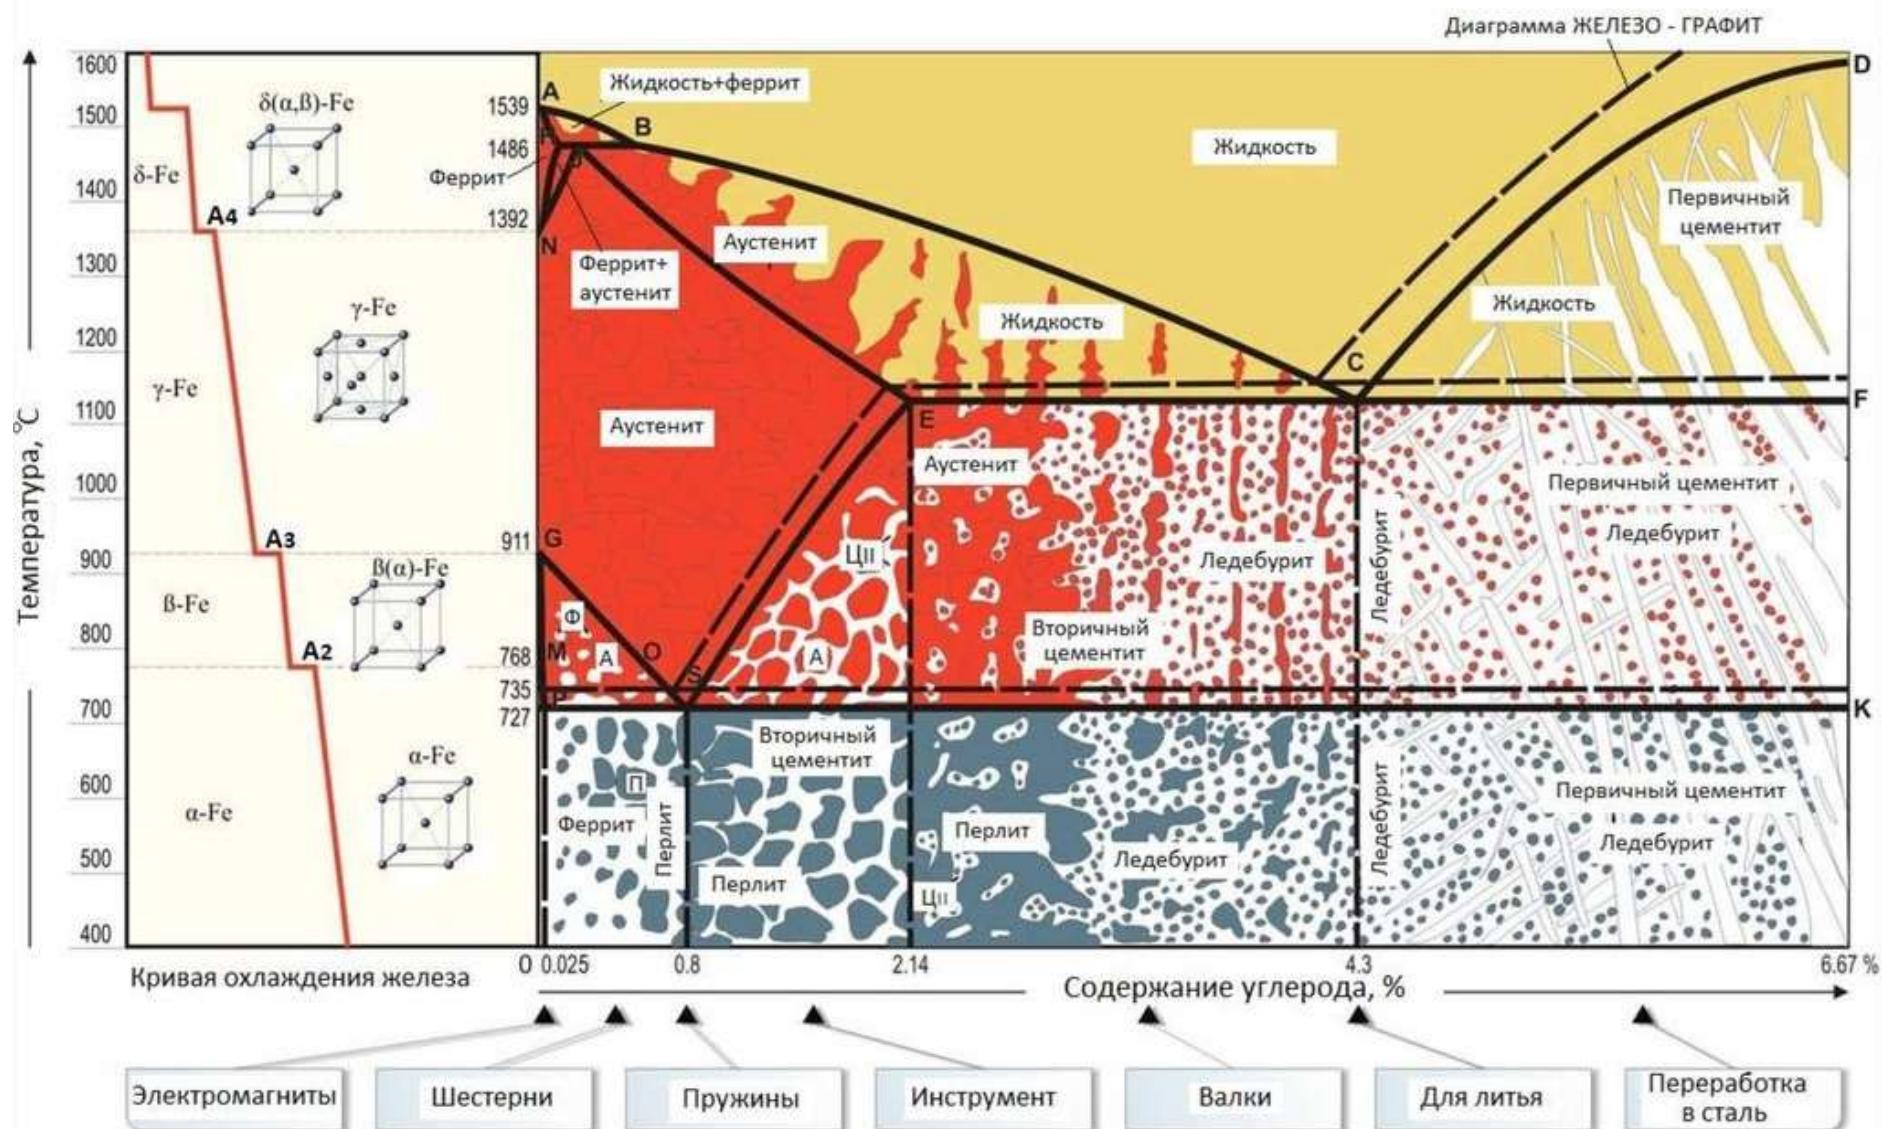

Рис. 5.2. Кривая охлаждения железа и диаграмма состояния Fe – С (железо - графит) и области использования сплавов
Поскольку углерод в сплавах с железом встречается в виде цементита и графита, существуют две диаграммы состояния, описывающие условия равновесия фаз в системах железо - цементит и железо - графит. Первая диаграмма (Fe — Fe3C) называется цементитной (метастабильная), вторая (Fe - C) - графитной (стабильная). Диаграммы отличаются незначительными разницами температур первичной и вторичной кристаллизации. Поэтому оба варианта диаграммы приводятся вместе в одной системе координат: температура - содержание углерода. Диаграмму системы «железо-цементит» называют метастабильной и показывают сплошными линиями; диаграмму «железо-графит» называют стабильной и показывают пунктирными линиями (рис. 5.2).
8. В графике 4 привести рисунок микроструктуры контрольного сплава (см. рис. 5.2.). Обозначить названия структурных составляющих.